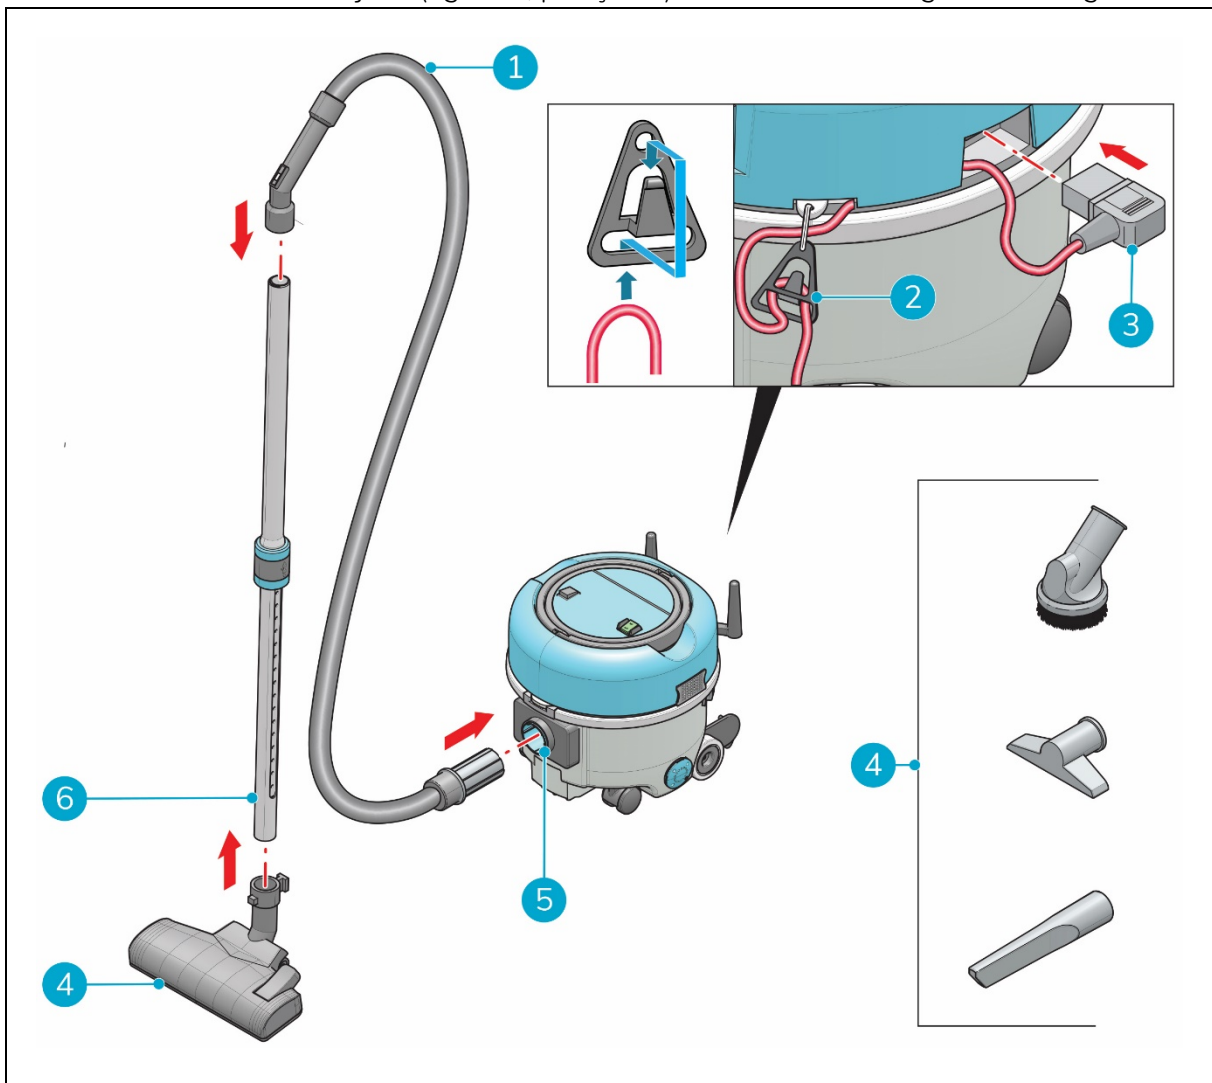

Figura 8
1. Coloque o cabo de alimentação principal no suporte destinado a aliviar a tensão do cabo (figura 8, posição 2), a um comprimento de cabo de aproximadamente 10 a 12 centímetros da máquina.
2. Coloque a ficha do cabo de alimentação principal (figura 8, posição 3) na ranhura.
3. Insira a mangueira flexível (figura 8, posição 1) no conector da mesma (figura 8, posição 5).
5. Insira a mangueira flexível no tubo rígido (figura 8, posição 6).
6. Fixe a ferramenta desejada (figura 8, posição 4) na extremidade larga do tubo rígido.